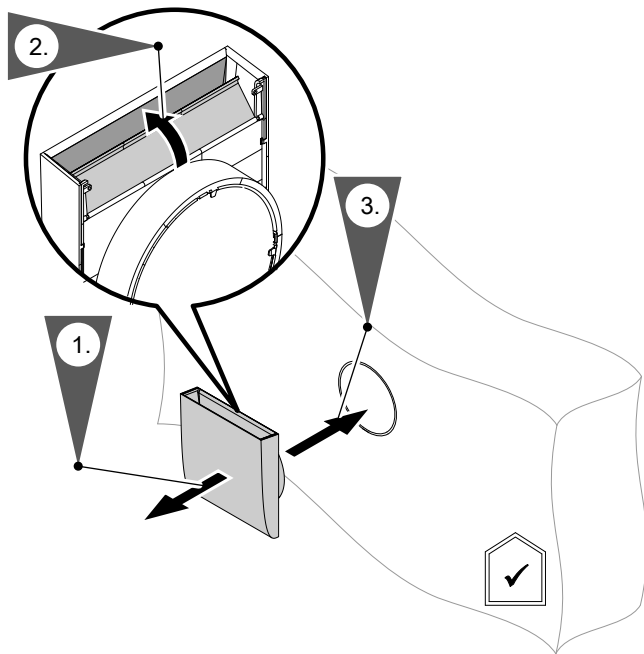

Abb. 1
1. Ziehen Sie die Innenwandblende aus der Wand heraus: Siehe Abb. 1 auf Seite 8.
4. Schieben Sie die Innenwandblende in die Wand ein: Siehe Abb. 1 auf Seite 8.